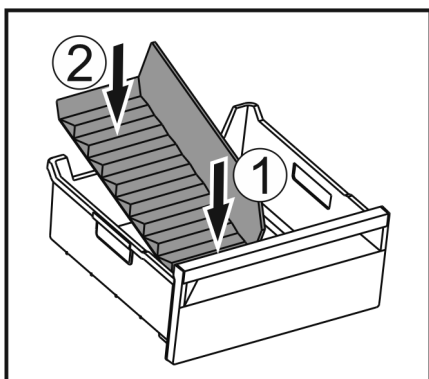

Fig. 147
- Umetnite prednji dio pregrade ladice za led. Fig. 147 (1)
- Spustite stražnji dio pregrade ladice za led do dna ladice. Fig. 147 (2)